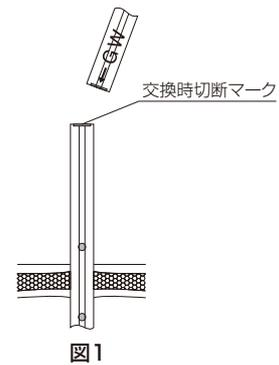

図1
- 2) ウインドドレナージチューブのラウンドタイプ及びフラットタイプを交換時切断マークで切断する。（図1）切断から5）までは、ウインドドレナージチューブのラウンドタイプ及びフラットタイプが体内に埋没しないようにしっかりと把持すること。鉗子等を使用する際は、ルーメンが閉塞してガイドワイヤが挿入できなくなることを防止するため、X線不透過ラインの裏側を把持すること。